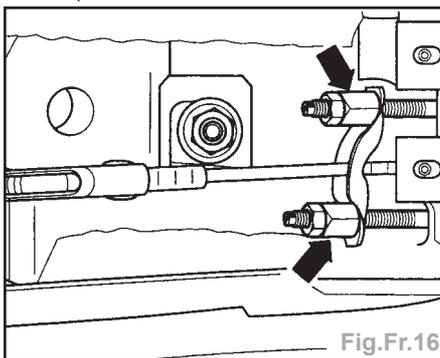

Fig.Fr.16
- Desserrer l'écrou de réglage (flèche) jusqu'à ce que le câble de frein à main puisse être décroché du palonnier (Fig. Fr.16).
- Précontraindre le câble de frein à main à l'aide de l'écrou de réglage (flèche) (Fig.Fr.16).
- Serrer les écrous de réglage (flèches) jusqu'à ce que les deux roues ne puissent être tournées que difficilement à la main (Fig.Fr.16).